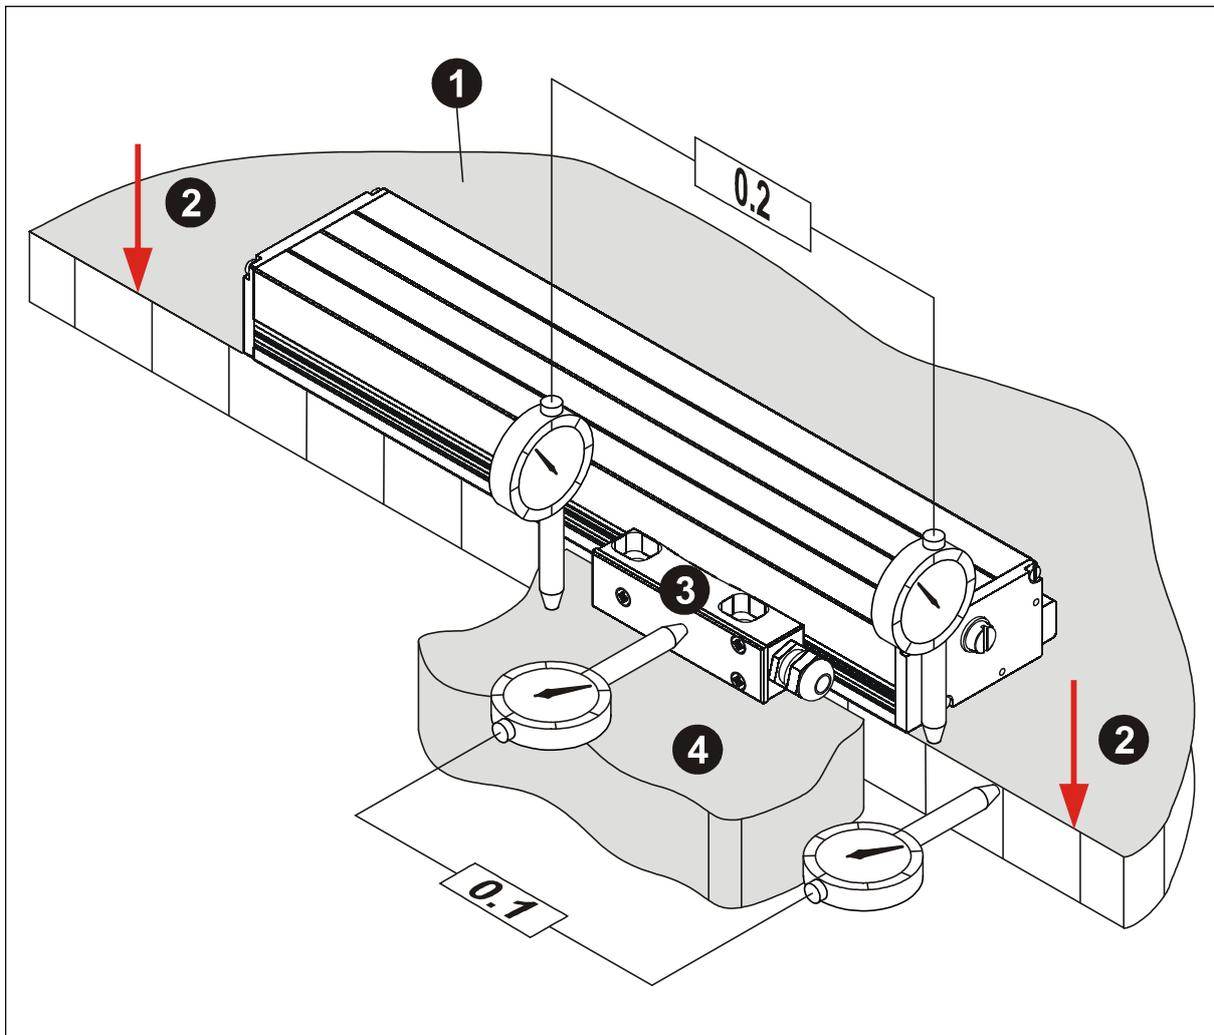
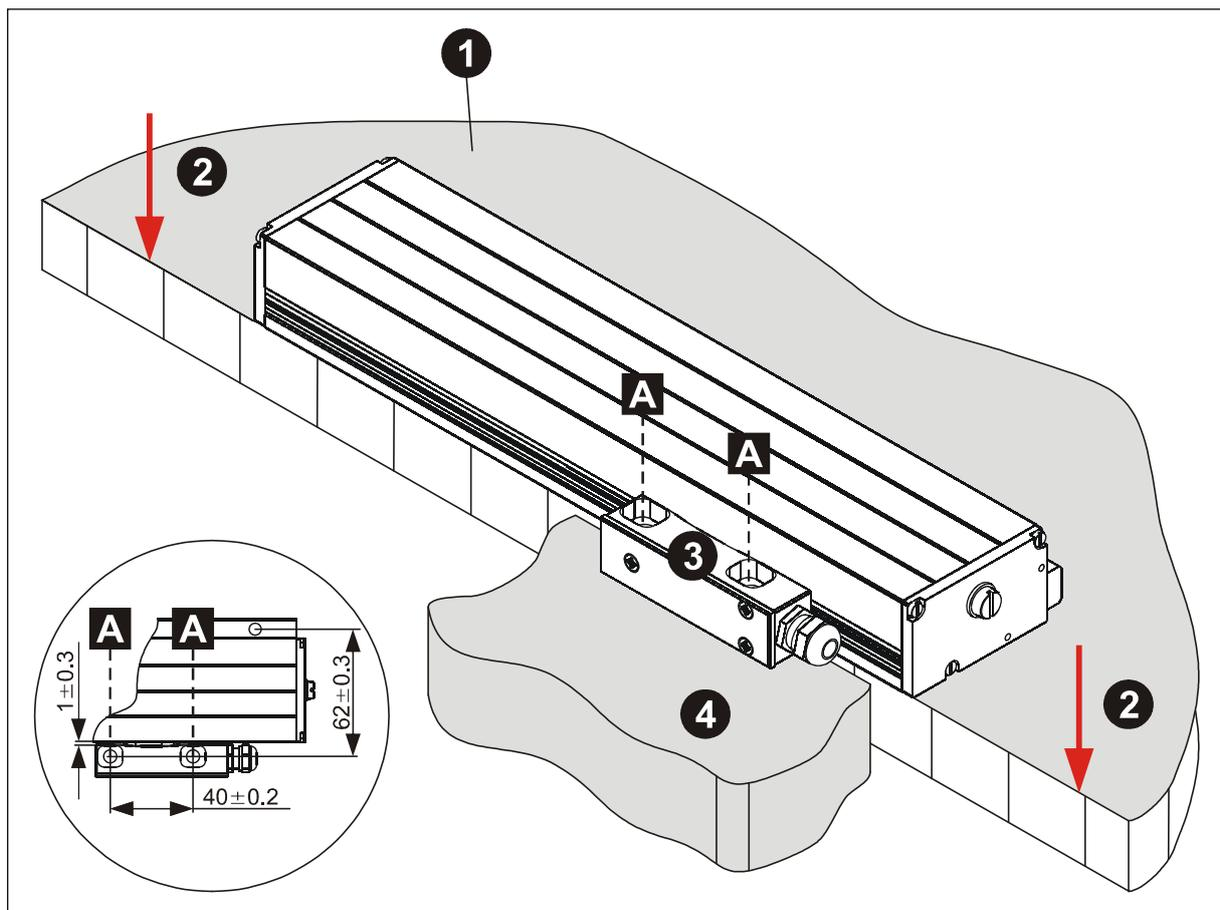

Abbildung 9: Vorbereitung der Anschraubfläche (4), Variante 1
Abbildung 10: Befestigungsbohrungen Mitnahmeschlitten, Variante 1
- Mitnahmeschlitten nach Toleranzangaben Abbildung 9 Seite 22 und zusätzlich nach dem Maß  $1 \pm 0.3$  mm Abbildung 10 Seite 23 bezogen auf die gesamte Messlänge ausrichten
- Lässt sich die Montagehilfe (1) über die gesamte Messlänge leicht zwischen Mitnahmeschlitten (2) und Mess-System einschieben ?